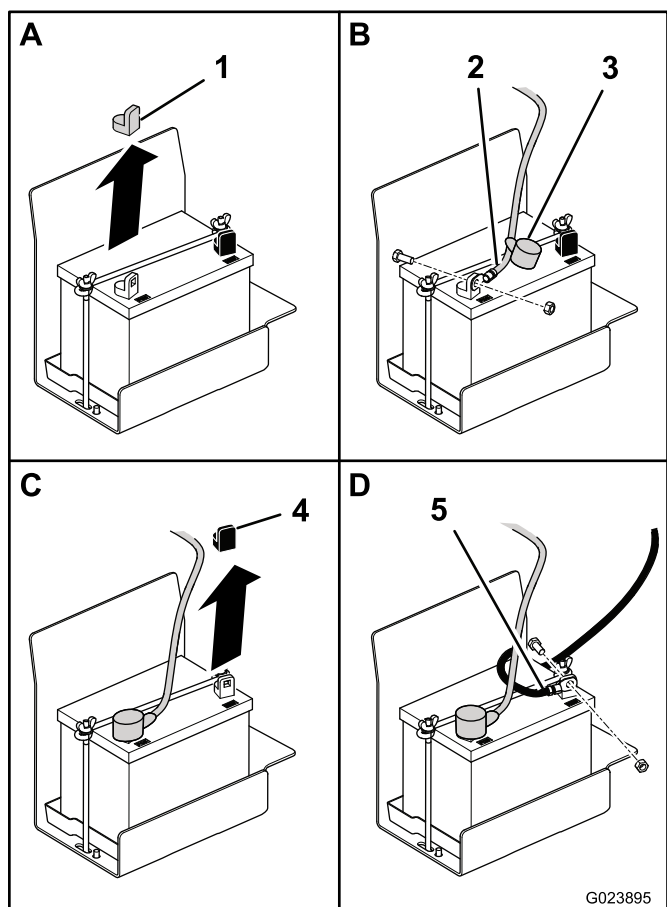

Figura 5
2. Rimuovete il cappuccio di plastica rosso dal morsetto positivo della batteria (Figura 5).